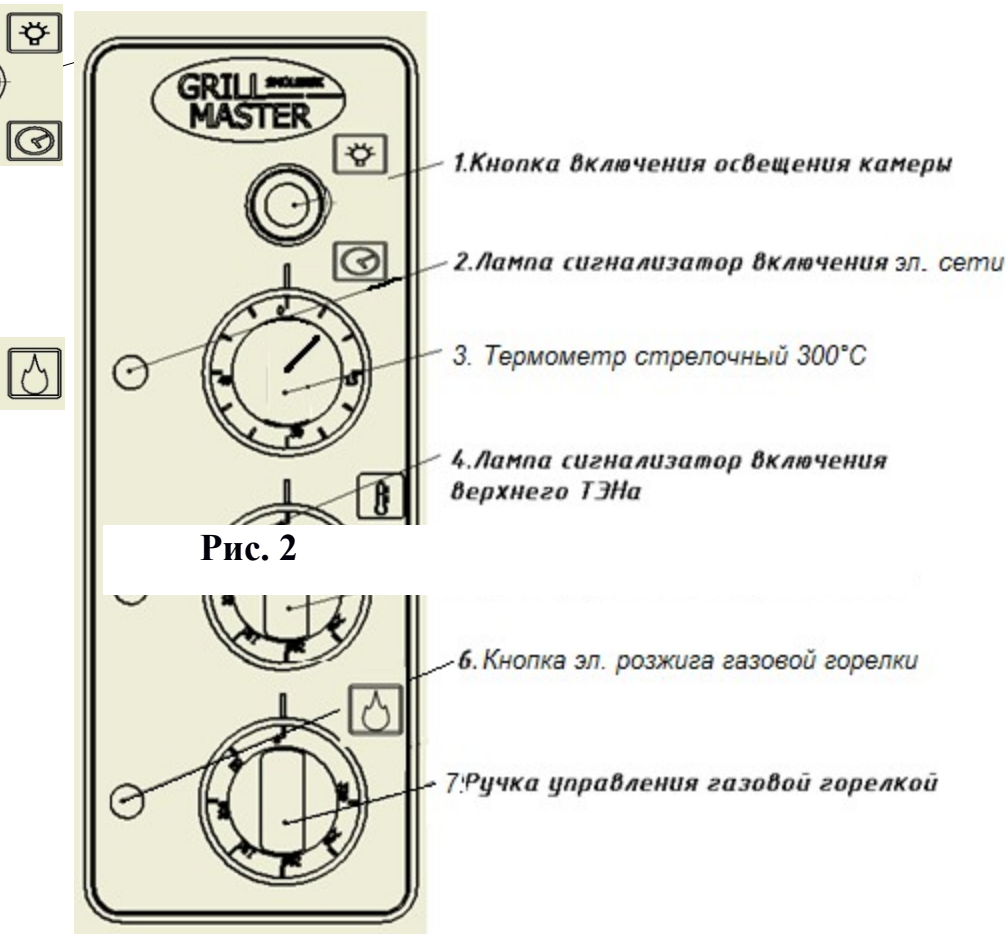

Рис. 2
5.6. На духовке с правой стороны расположена панель управления (рис.2), где
1. Перед приготовлением пищи духовку необходимо прогреть. Включение верхнего ТЭНа и нижней газовой горелки духовой камеры производится двумя соответствующими ручками (см. рис.2) расположенными на панели управления духовкой.
4. Для включения света в камере нажмите соответствующую кнопку на панели приборов (см. рис.2)